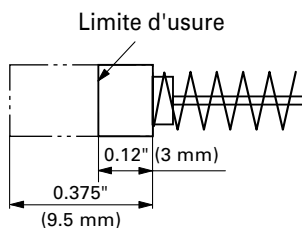

Fig. 11
4. Contrôle des balais en carbone (Fig. 11)